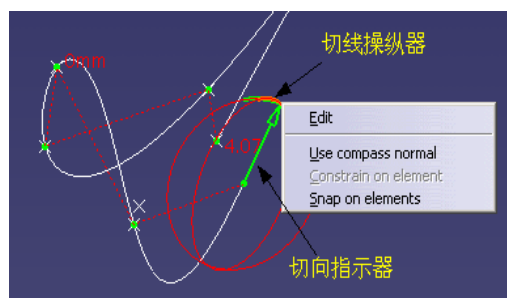

图 4-7 编辑曲线的切向
- ◆ Impose Tangency 表示在该点处强加相切约束(二阶约束)。在 Through points 方式生成曲线时,可以在任何点强加相切约束,在 Control points 方式生成曲线时,不能进行强加相切约束。在 Near points 方式生成曲线时,只能在端点强加相切约束。单击该命令,会出现一个绿色箭头表示切向,把鼠标移动到箭头上,会出现一个球形的操纵器,通过用鼠标抓住操纵器上绿色的圆弧段进行拖动来改变切向。也可以单击鼠标右键弹出上下文菜单进行编辑,如图 4-7 所示。